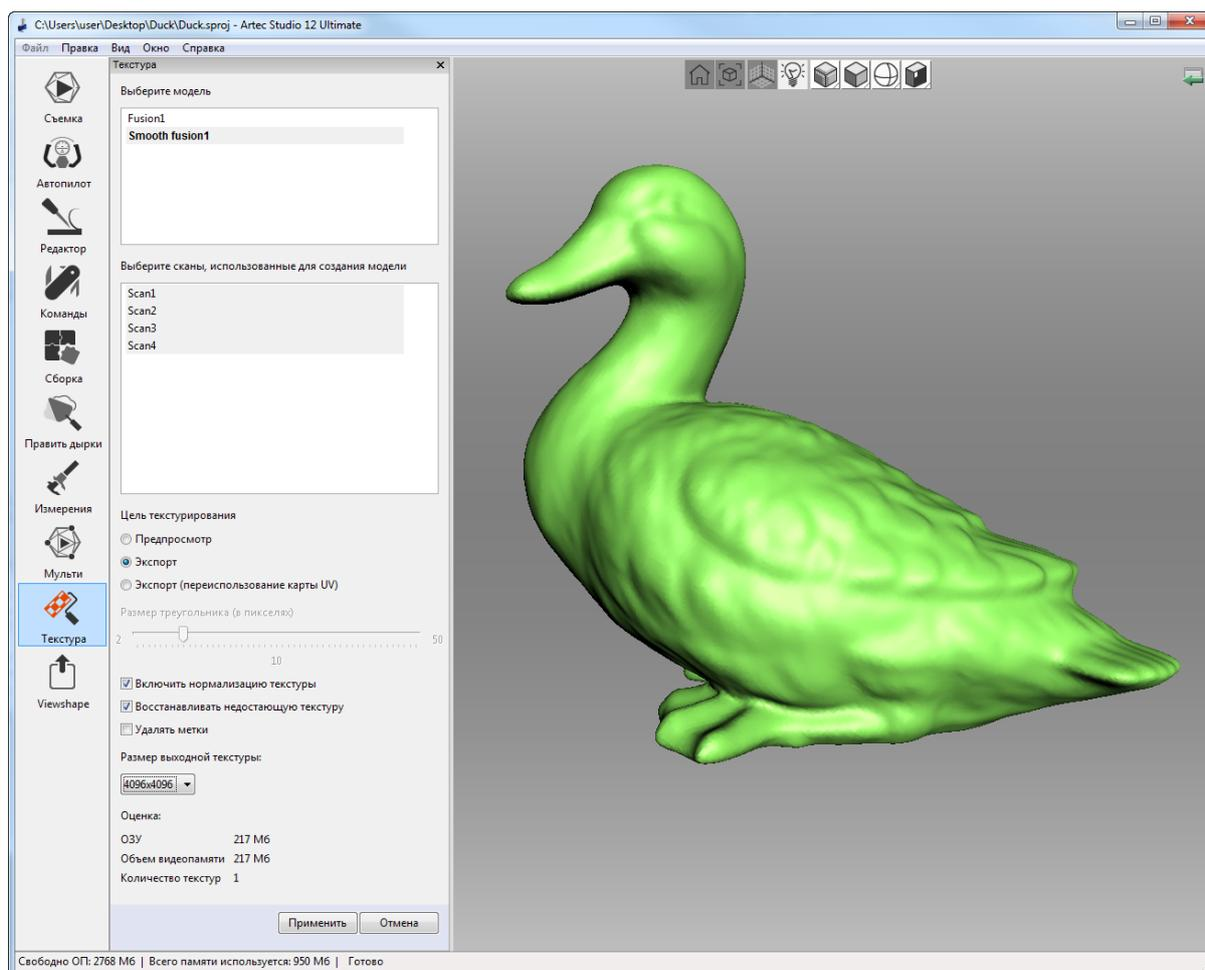

Рис. 9.38: Выбор метода текстурирования и настройка его параметров
2. Выберите модель из первого списка (см. *Рис. 9.38*); Artec Studio будет текстурировать эту модель